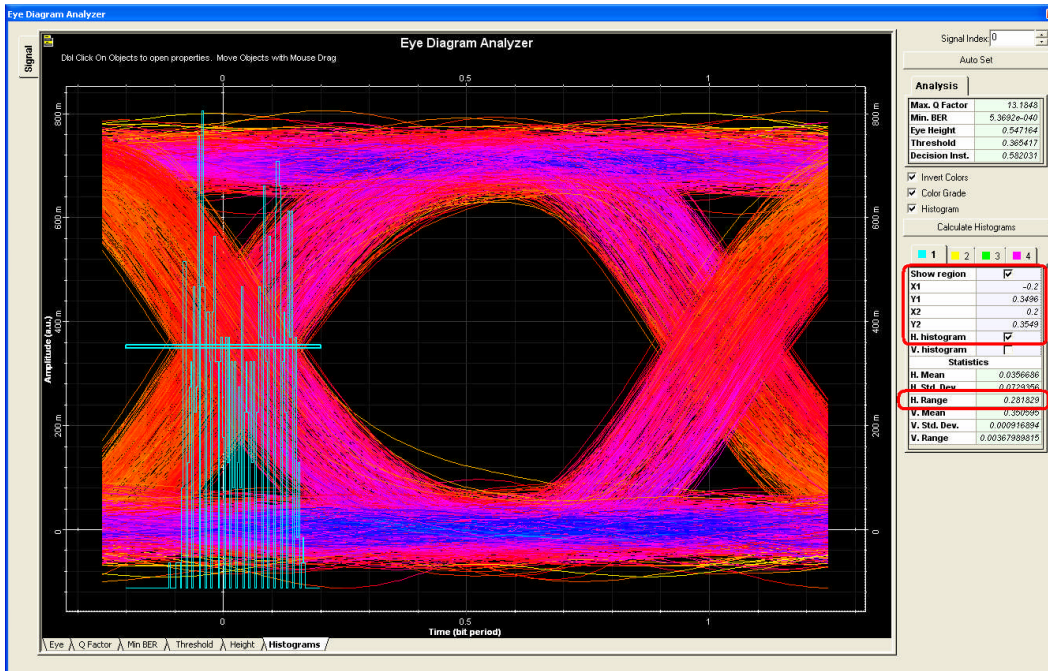

图 8 - Horizontal histogram plot
H. histogram を有効にし、*Calculate Histograms* をクリックすると、結果が表示されます(図 8)。